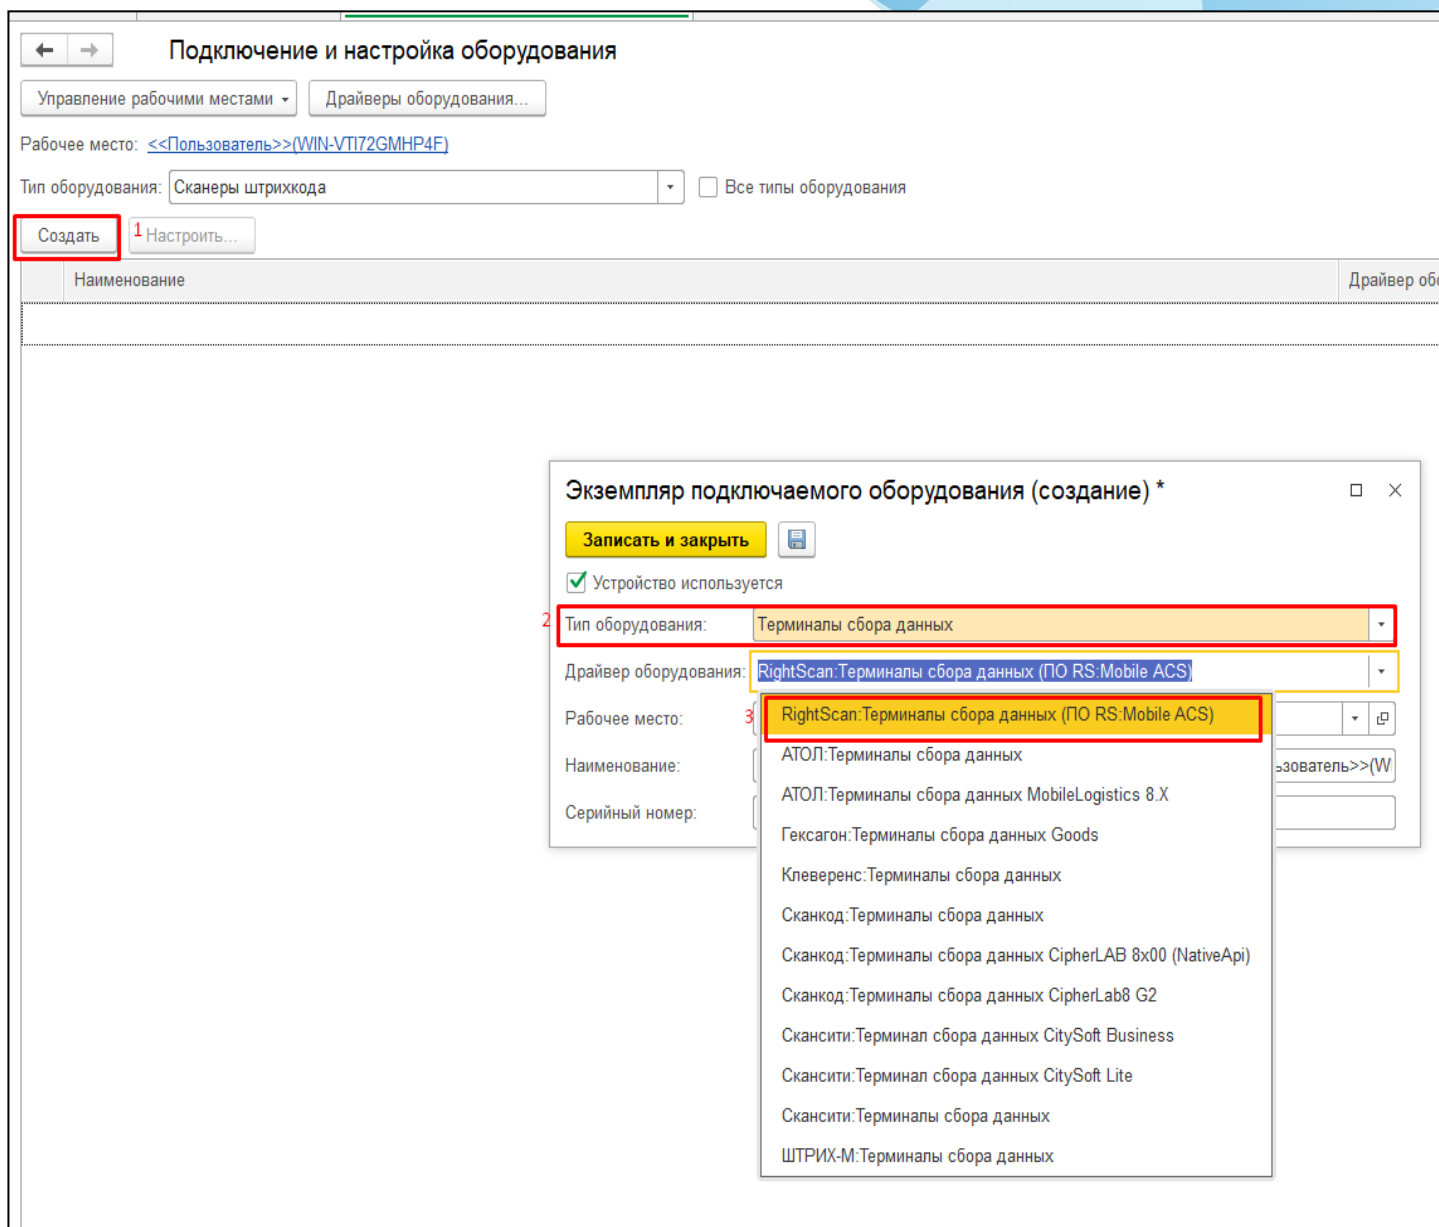

Рис. 4.3 - Подключение и настройка оборудования
3. Выбрать «RightScan: Терминалы сбора данных (ПО RS:Mobile ACS) (Рис. 4.3);